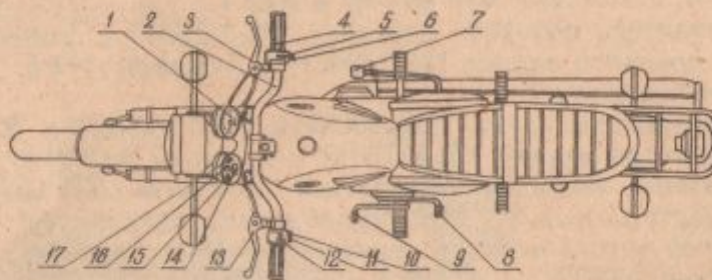

Рис. 2. Органы управления мотоцикла:
5.1. Органы управления мотоцикла (рис. 2).